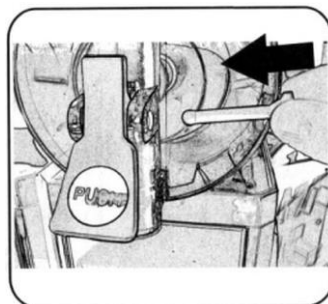

Fig. 42
6. Insérer le boulon de fixation de la poignée comme montré sur la fig. 42.